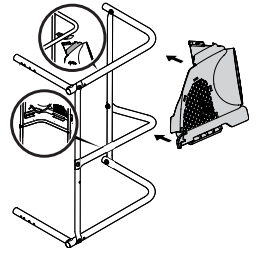

Figura 7
8. Ajuste la ventilación de la bolsa (731-12351B) en su lugar, rotando y posicionando la lengüeta superior como se ilustra en la Figura 7, enganchando luego la parte inferior al tubo de montaje de la ventilación de la bolsa (véase el recuadro inferior Figura 7).